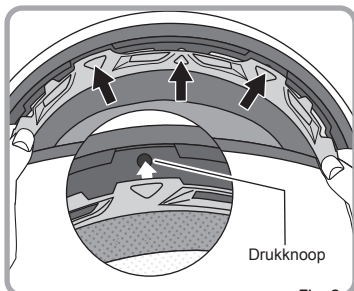

Fig. 2
② Sluit de 3 drukknoepen vooraan, zoals getoond wordt op Fig. 2.